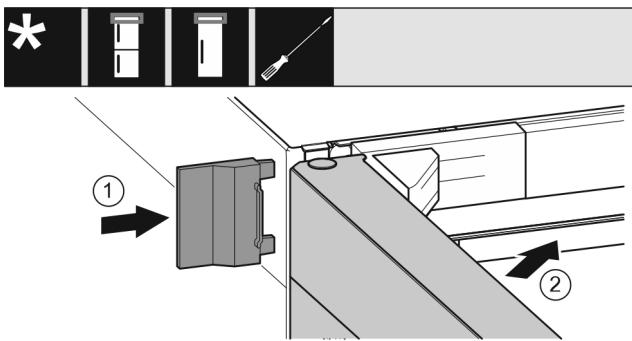

Fig. 22
- Надвиньте внешнюю крышку. Fig. 22 (1)
- Закройте верхнюю дверь. Fig. 22 (2)